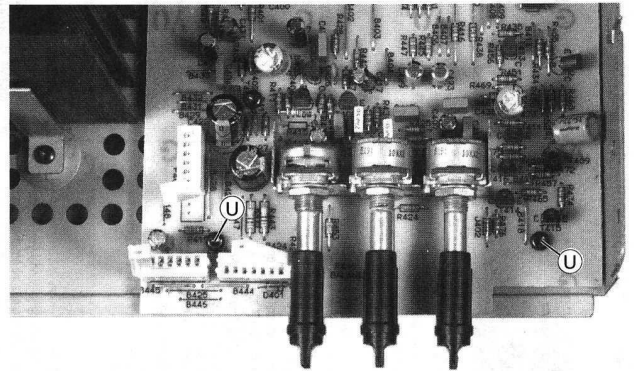

Fig. 15
- 2 Schrauben **U** herauserschrauben (Fig. 15).
- Undo 2 screws **U** (Fig. 15).